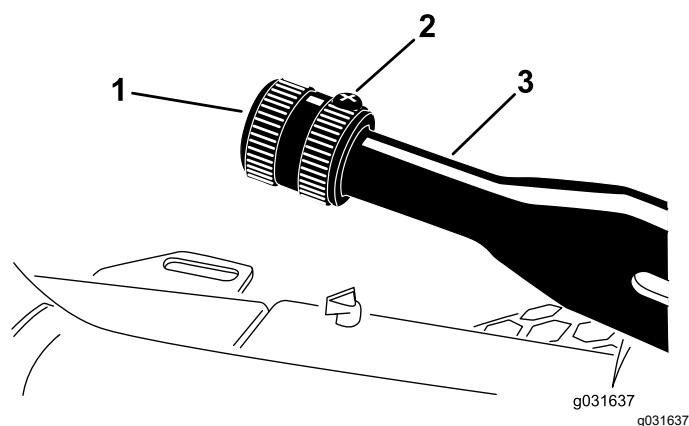

Figure 60
1. Desserrez la vis de fixation du pommeau sur le levier du frein de stationnement (Figure 60).